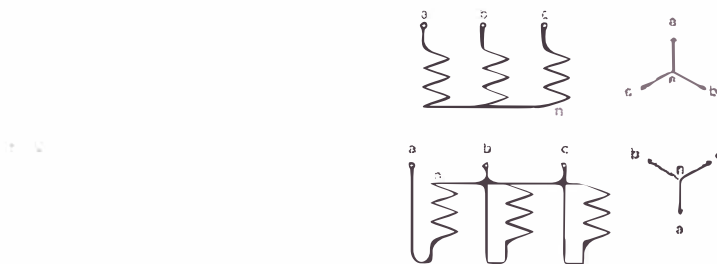

Figura 1.27 Conexión en estrella (Y)
Los tres arrollamientos, tanto del primario como del secundario, se pueden conectar de diversas formas, siendo la conexión en estrella (Y), figura 1.27, Conexión en Delta (D), figura 1.28 y la conexión en Zig – Zag (Z), figura 1.29 algunas de las más frecuentes, que a continuación se ilustran